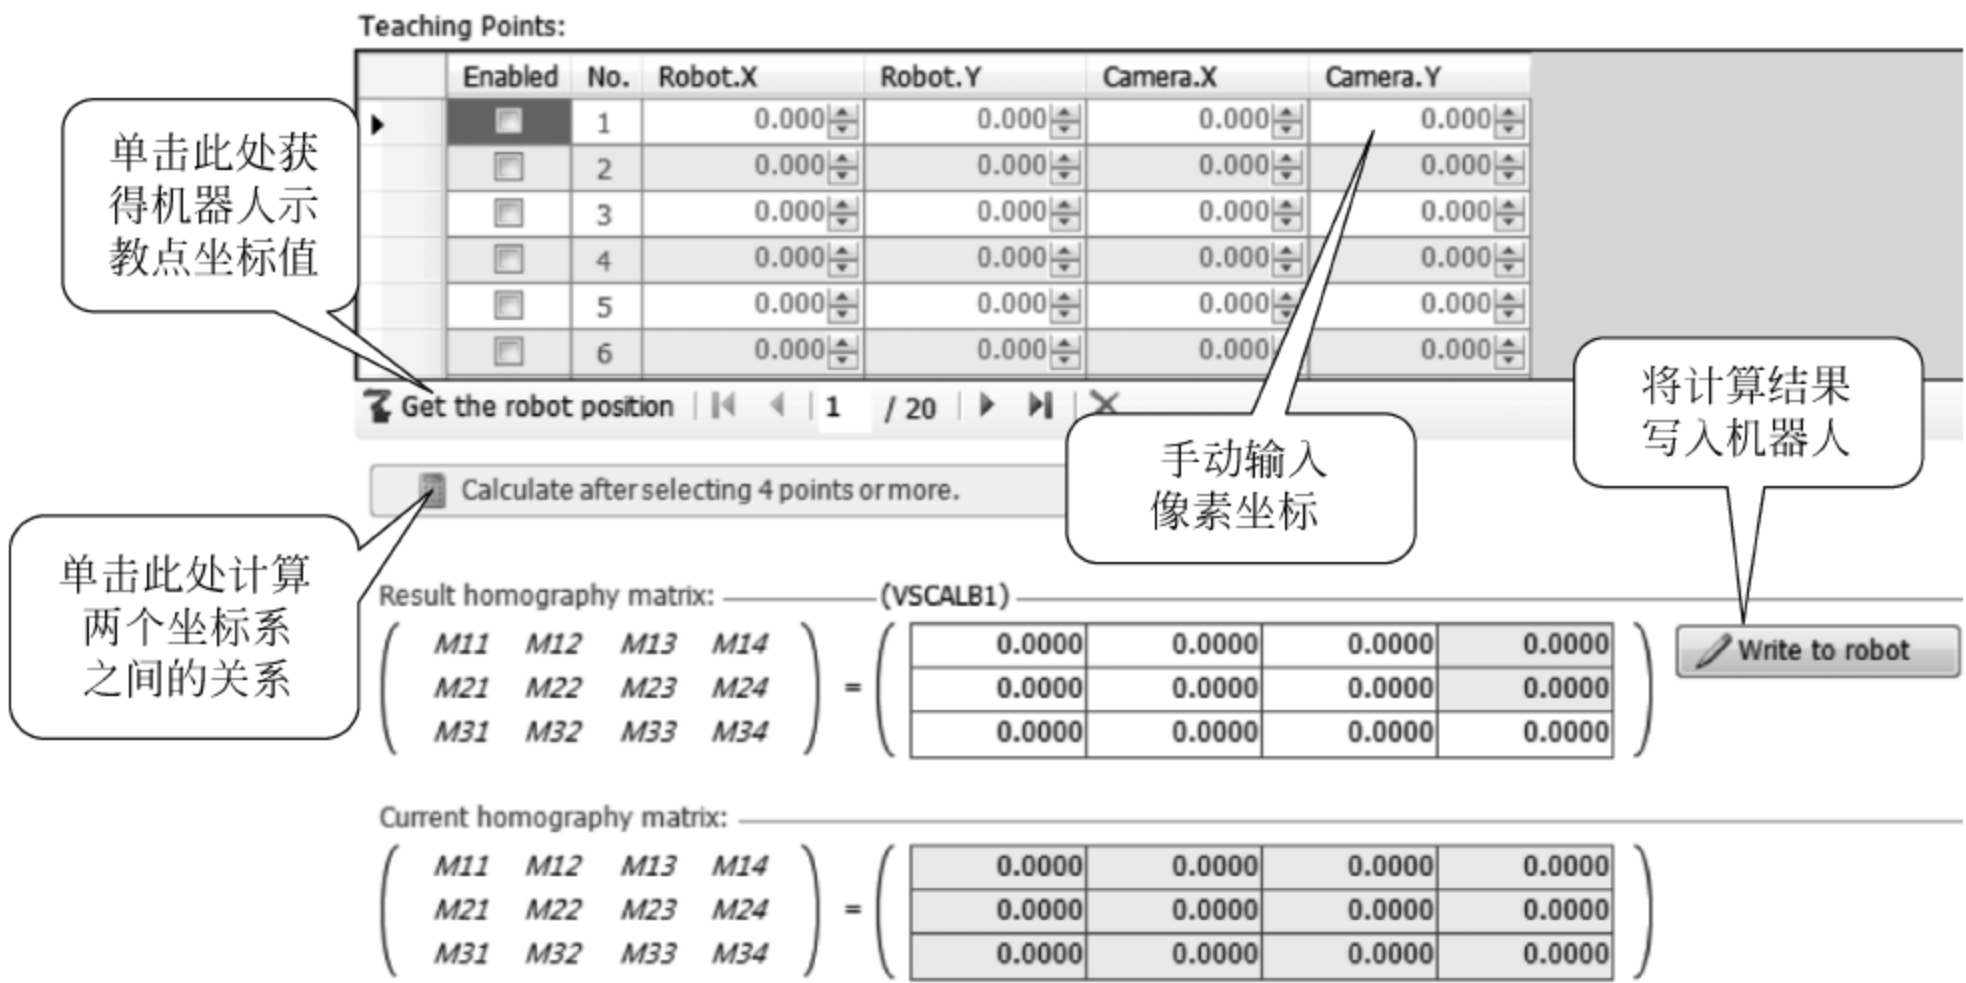

图 26-7 标定方法
- (2) 选中做好标记的点(以第 3 点为例),单击 Get the robot position 获得当前位置 X、Y 坐标值,如图 26-7 所示。
- (3) 手动输入第 3 点像素坐标。
(4) 按照以上方法获得 5 个点的机器人坐标和像素坐标,在标定完成前,必须一直保持伺服=ON。
(5) 单击 Calculation after selection 4 points or more,计算两个坐标系之间的关系。
(6) 单击 Write to robot 按钮写入机器人。
(7) 单击 Save 按钮保存。